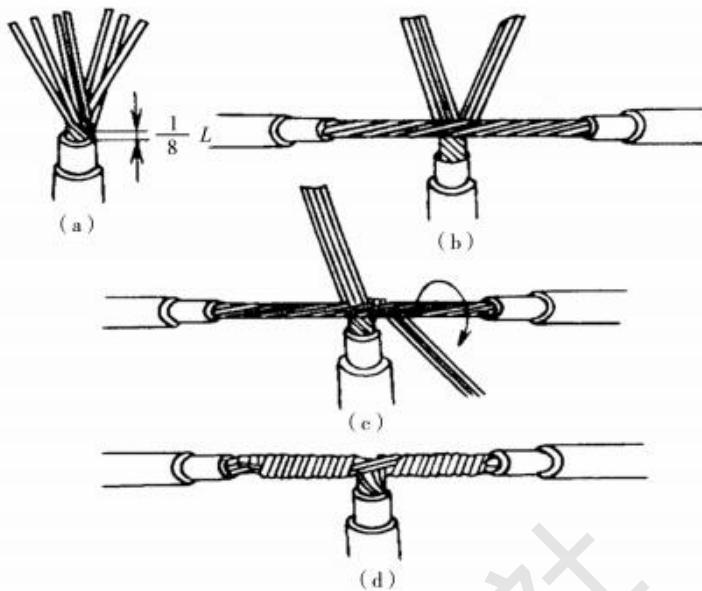

图 1-5 多股铜芯线的分支连接
1) 把支线线头离绝缘层切口根部约 $1/10$ 的一段芯线进一步绞紧,并把余下的 $9/10$ 芯线头松散,并逐根勒直后分成较均匀且排成并列的两组(如 7 股线按 3、4 分),如图 1-5(a)所示。
2) 在干线芯线中间略偏一端部位,用一字旋具插入芯线股间,分成较均匀的两组。接着把支路略多的一组芯线头插入干线芯线的缝隙中。同时移动位置,使干线芯线约 $2/5$ 和 $3/5$ 分留两端,即 $2/5$ 一段供支线 3 股芯线缠绕, $3/5$ 一段供 4 股芯线缠绕,如图 1-5(b)所示。
3) 先钳紧干线芯线插口处,接着把支线 3 股芯线在干线芯线上按顺时针方向垂直地紧紧排缠至三圈,剪去多余的线头,钳平端头,修去毛刺,如图 1-5(c)所示。
4) 按前一步方法缠绕另 4 股支线芯线头,但要缠足四圈,芯线端口也应不留毛刺,如图 1-5(d)所示。